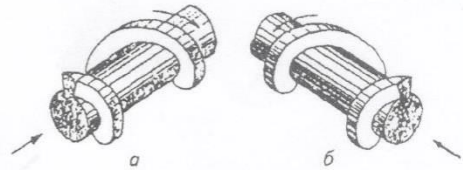

Рис. 5
5. Залежно від напрямку гвинтової поверхні розрізняють праві (рис. 5,а) та ліві (рис. 5,б) різі.